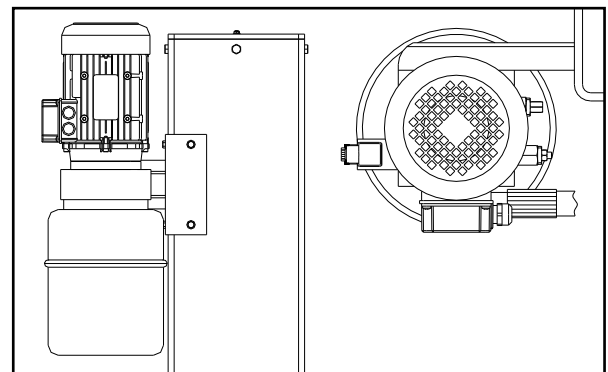

Abb. 33
- ◆ Installieren Sie die Pumpe entsprechend auf dem Sprungbrett Abb. 33 und befestigen Sie es am unteren Ende der Hauptsäule.